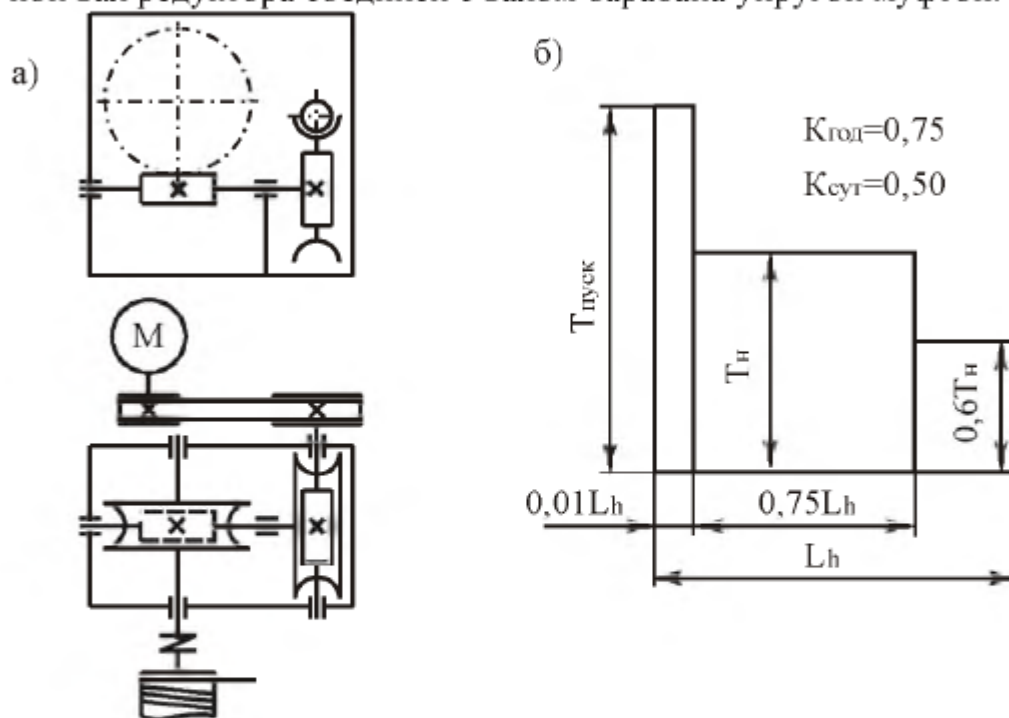

Рис. 6.4. Привод тяговой лебедки:
**Тема 4.** Спроектировать привод тяговой лебедки (рис. 6.4, табл. 6.4). Привод вала барабана тяговой лебедки осуществляется асинхронным электродвигателем общего машиностроительного применения. Включает в себя открытую клиноременную передачу и червячный двухступенчатый редуктор. Выходной вал редуктора соединен с валом барабана упругой муфтой.